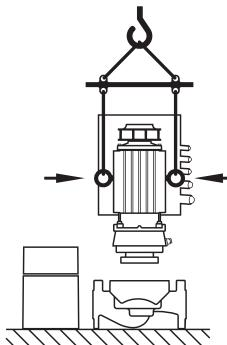

Fig. 9: Transport du kit embrochable
- Si nécessaire, p. ex. en cas de réparation, les œillets de transport peuvent fixés non pas sur la bride mais sur le carter de moteur (voir p. ex. fig. 9). Avant le montage des œillets de transport sur le carter de moteur, sortir les écarts des orifices prévus pour les œillets de transport (fig. 7, pos. 20b) (voir chapitre 10.2.1 « Remplacer la garniture mécanique » à la page 118).
- Si les œillets de transport sont montés non pas sur la bride mais sur le carter de moteur, ils ne peuvent être utilisés que pour le transport du kit embrochable (fig. 9) mais pas pour transporter l'ensemble de la pompe et donc pas pour séparer le kit embrochable du corps de pompe.